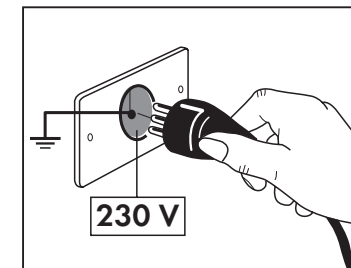

Fig. 1
• Assurez-vous que l'installation électrique du secteur (230 V 50 Hz) est dotée d'une mise à la terre et d'un disjoncteur thermique, conformément aux normes en vigueur sur cette matière (Fig. 1)